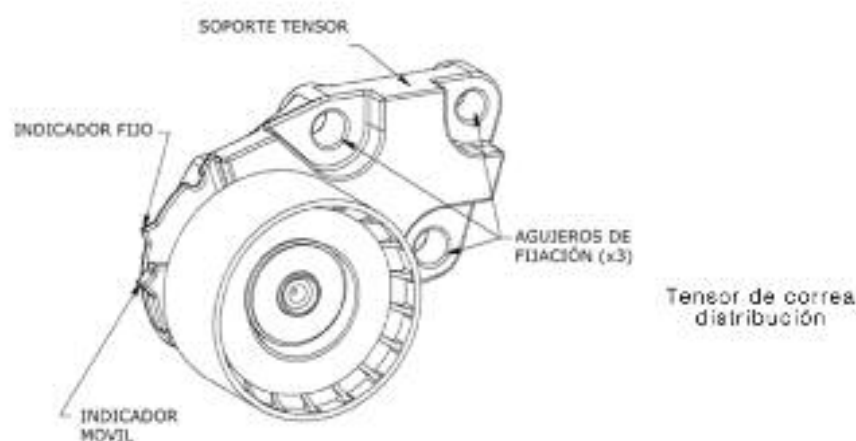

Figura 1. Tensor de correa de distribución ATB2220
6. Instale un tensor nuevo (Figura 1) sobre el motor y ajuste los tres (3) tornillos de montaje del tensor (M8) con torque de 28.0 ± 5.5 Nm.